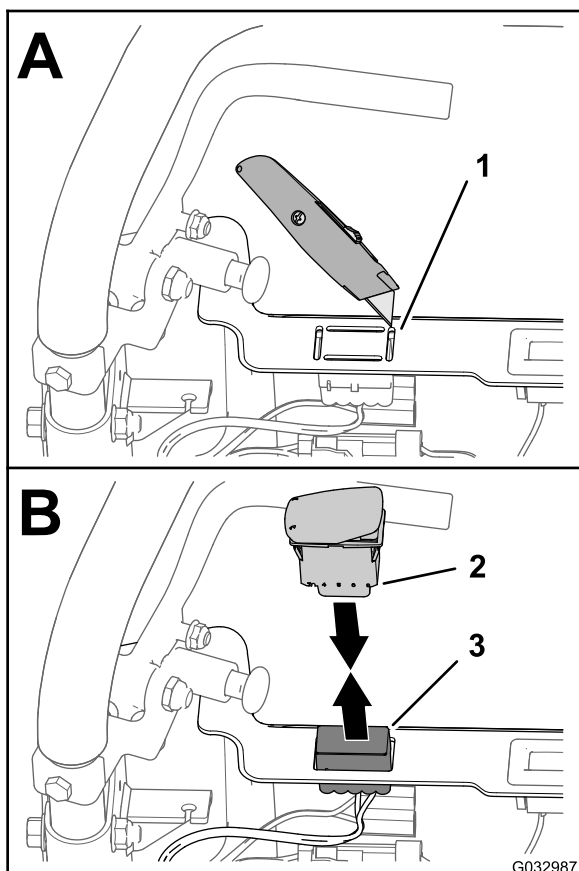

图15
1. 拔出控制台左上区域的可拔出栓塞（A 图15）。
2. 通过控制面板的开口，从灯组件和小时表线束套件中拉出线束的 10 插槽接头（图15）。
3. 将 2 位摇臂开关的 10 针接头接入灯组件和小时表套件的 10 插槽接头（图15）。